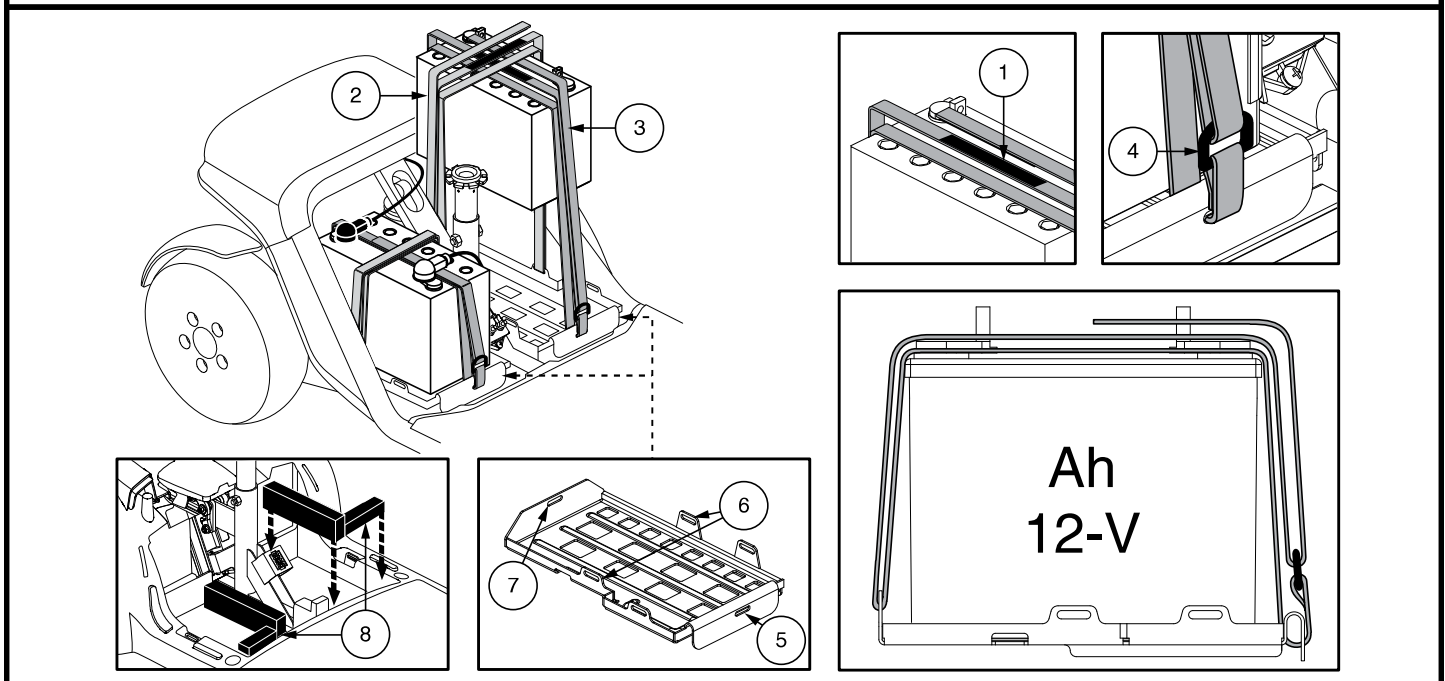

Abb. 17. Batteriesicherung für die Modelle 614 und 714
**HINWEIS:** Einige Elektromobile verfügen über Abstandhalter zur Sicherung der Batterien. Unter Umständen ist es sinnvoll, die Abstandhalter zu entfernen und sicher aufzubewahren, bis die Batterien im Elektromobil ausgetauscht worden sind. **Siehe Abb. 17.**
**HINWEIS:** Die Modelle 614 und 714 verwenden Batterieriemen, um Batterien im Batteriefach zu sichern. Bitte sehen Sie sich für Informationen zur Anbringung der Batterieriemen **Abb. 17** an.